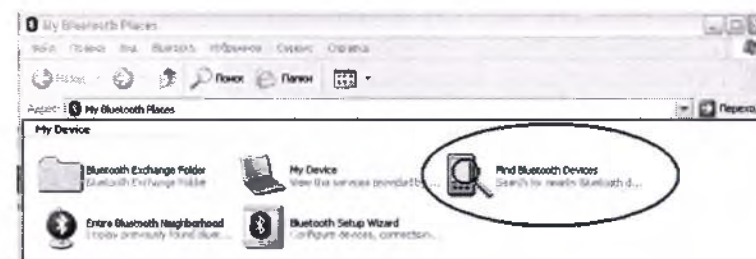

Рис. 16
8. В появившемся окне «Bluetooth Security Setup» ввести PIN-код «0000» (рис. 16).
2. В открывшемся окне «My Bluetooth Places» щелкните по иконке «Find Bluetooth Devices» (рис. 16).